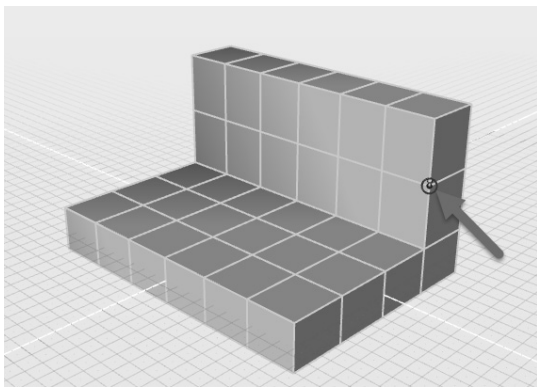

图 7-6 添加循环边
4) 使用 “添加循环边” 工具 , 在边的中点位置添加一个循环边, 如图 7-6 所示。